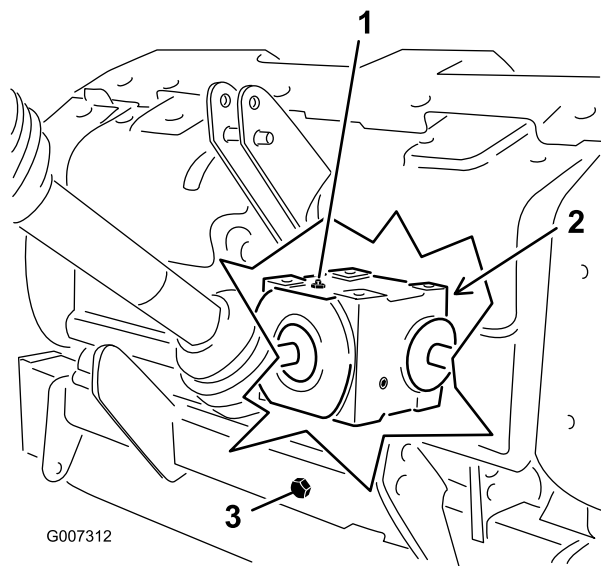

Рисунок 30
2. Выверните пробку контрольного отверстия коробки передач (Рисунок 30).
1. Во избежание загрязнений произведите очистку пробок заливного и сливного отверстий (Рисунок 30).
3. Проследите за тем, чтобы уровень масла в коробке передач доходил до низа контрольного отверстия (Рисунок 30).